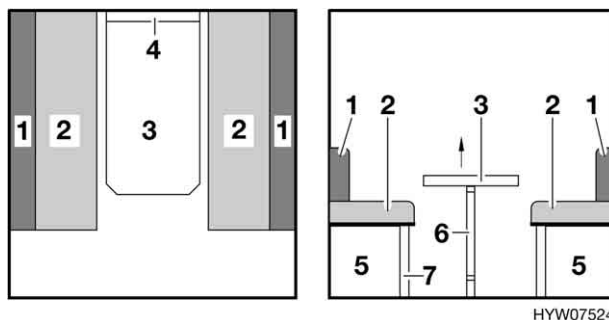

Fig. 47 Prima della trasformazione
- Sollevare leggermente il piano del tavolo in avanti (Fig. 47,3).
- Sbloccare il piede del tavolo (Fig. 47,6) dall'elemento di fissaggio e ribartarlo sul lato inferiore del tavolo.
- Alzare il piano del tavolo di circa 45°, sollevarlo dalla guida di supporto (Fig. 47,4) e metterlo da parte o spingerlo nel supporto. Il tavolo non è necessario per la trasformazione dei letti.